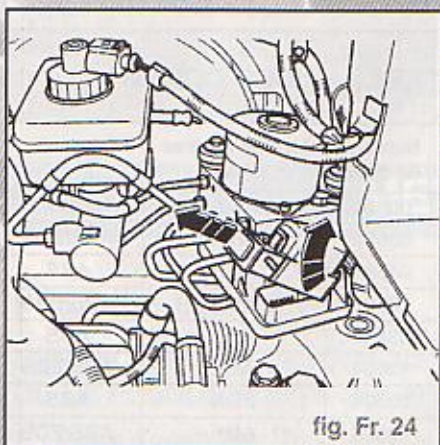

fig. Fr. 24
- Déverrouiller la fiche de l'appareil de commande (flèche de gauche) et la débrancher (flèche de droite) (Fig. Fr. 24).